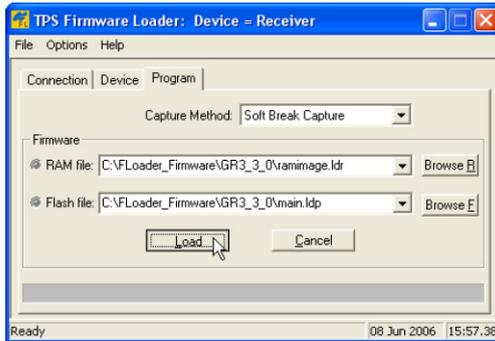

Figura 5-20. Impostazioni scheda Program
2. Fare clic sulla scheda **Program** e impostare *Capture Method* su "Soft Break Capture" (consigliato) (Figura 5-20).
3. Sfogliare e selezionare il file RAM e il file Flash della scheda del ricevitore (Figura 5-20).